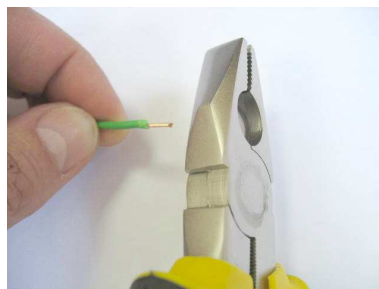

Bild 1.17 -
- Entfernen Sie am zweiten Drahtende etwa 6 mm Isolierung (Bild 1.17).